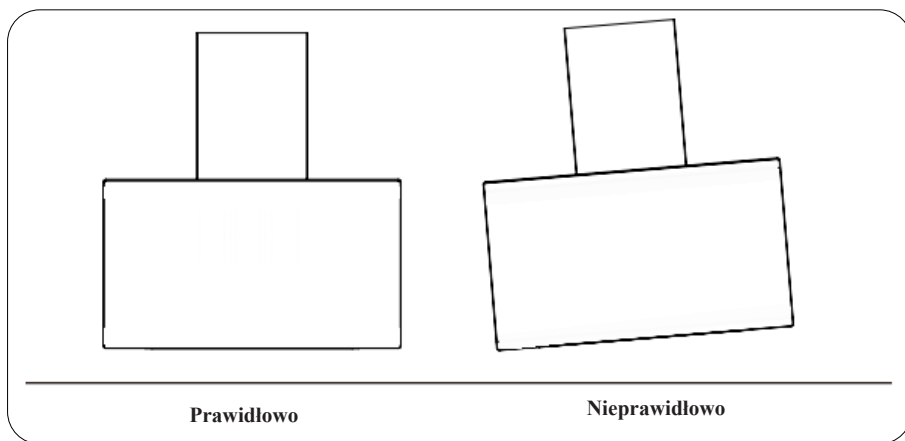

Rys. 7
8. Dostosuj wysokość wewnętrznego komina do położenia wewnętrznego wspornika komina i zamocuj go za pomocą 2 wkrętów ST4*8mm. Patrz Rys. 7.